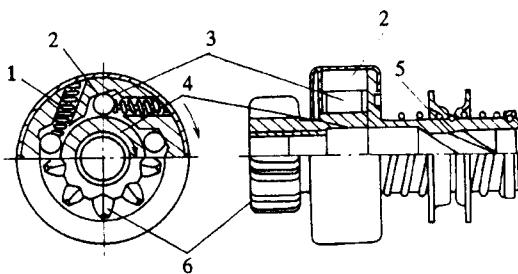

图 1-7 单向离合器的构造
④单向离合器的构造，如图 1-7 所示。启动装置中设有滚柱式单向离合器，单向离合器在螺旋电枢花键轴 5 与小齿轮 6 之间。发动机启动后，单向离合器可防止发动机向起动机逆向传递动力，保障只能把起动机的转矩传递给发动机。另外，当一次性启动未能成功时，再接合启动开关的时候，将引起小齿轮 6 和飞轮实现再次圆滑接合。单向离合器的内座圈 4 和小齿轮 6 做成一体，外座圈 2 和电枢花键轴 5 制成一体，外座圈 2 内有 4 个楔形沟槽，沟槽内插入滚柱 3，依靠弹簧 1 压向楔形沟槽的狭窄方向，如果电枢旋转，滚柱 3 就被压在内座圈 4 与外座圈 2 的楔形沟槽的狭窄部位，电枢的转矩经电枢花键轴 5 和外座圈 2、滚柱 1、内座圈 4 传递给小齿轮 6 驱动发动机的飞轮。